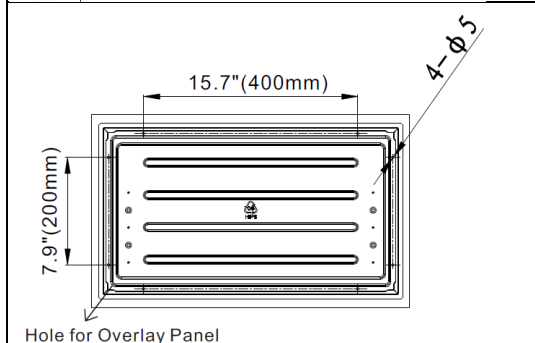

Fig.2
- Percez les 8 trous illustrés à l'aide d'un foret de 9/50 po sur les 4 côtés de la façade de la porte du tiroir. (Fig.2)